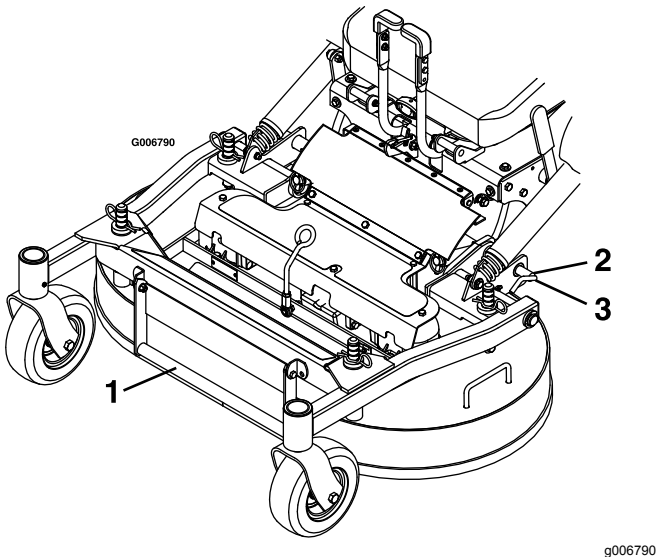

Figura 9
2. Abra los pestillos de bloqueo de la carcasa de corte en cada lado (Figura 9).
2. Empuje hacia dentro los pestillos de bloqueo de la carcasa y gírelos hacia adelante para bloquear la carcasa de corte firmemente en la posición bajada (Figura 9).